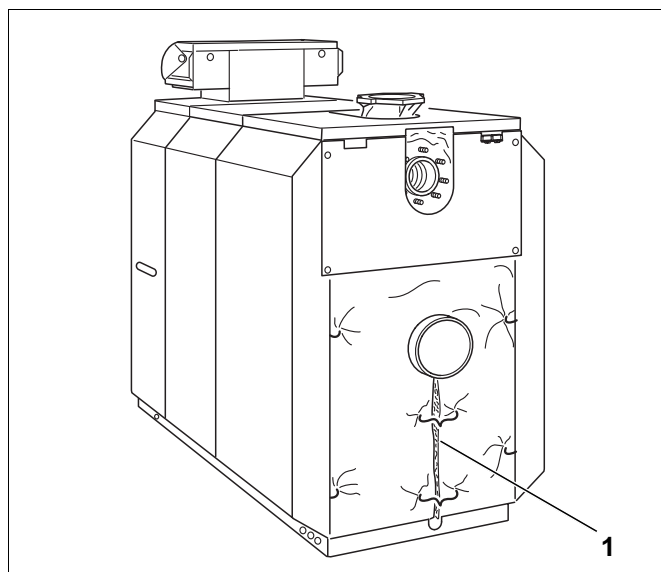

Fig. 59
- Slå ned bakelementets isolasjon og trekk den sammen ved hjelp av spennfjærene under røykgassstussen (fig. 59, **pos. 1**).